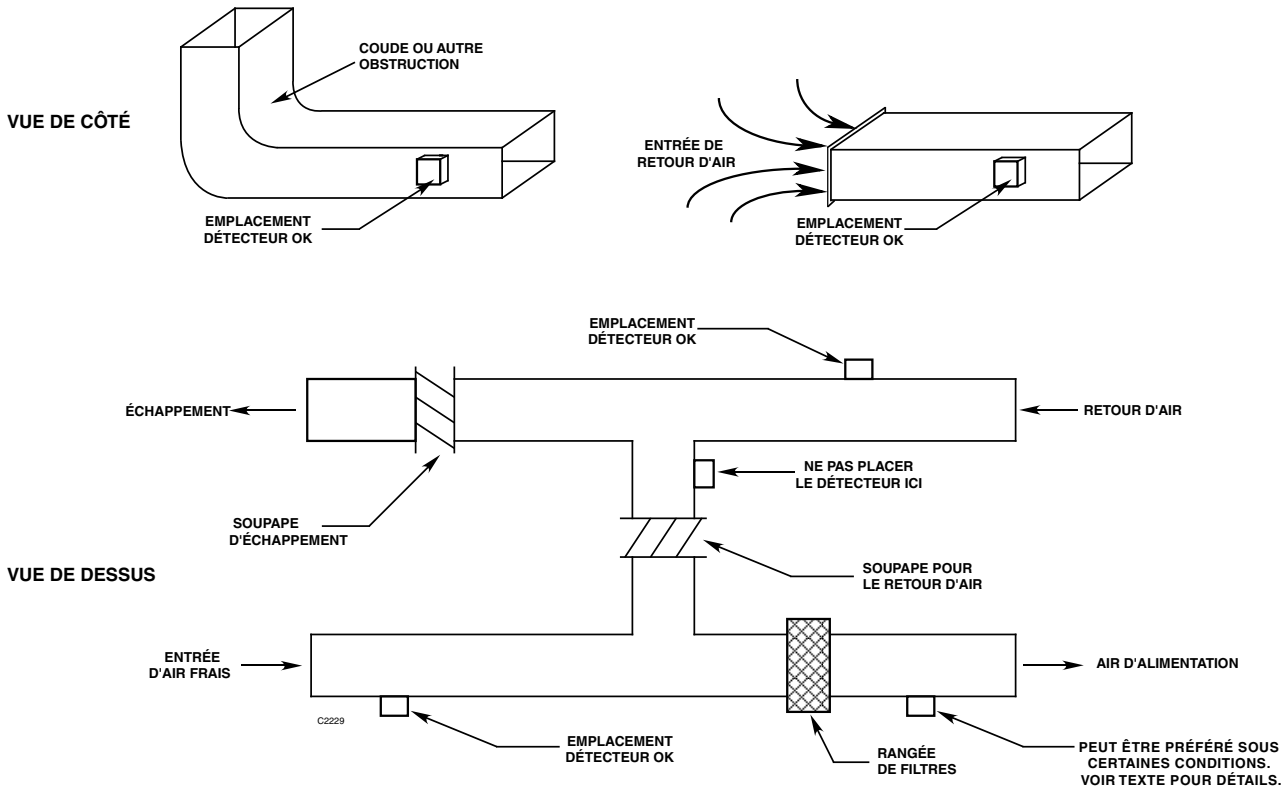

Figure 6—Positionnement du Détecteur
1. Les détecteurs doivent être installés à une distance correspondant à approximativement six fois la largeur de la gaine en amont des filtres, coudes, trappes d'ouverture ou plaques de déflexion. Ces emplacements offrent un débit d'air uniforme et non turbulent et sont homogènes en ce qui concerne le mélange air/gaz. Voir Figure 6.